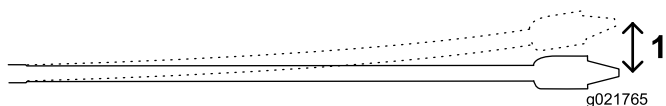

Bild 51
Die mit dieser Maschine verwendeten 3 m langen Gestängerohre können sich über die Länge des Rohrs um bis zu 8 % biegen. Das entspricht einer Biegung von maximal 20 cm aus der Geraden (**Bild 51**).
- Zunächst werden die ersten 3 m mit Bohrer/Bohrgestänge ohne Lenkung in den Boden eingesenkt. Das Ende der Bohrkrone befindet sich in 76 cm Tiefe (Bild 51).